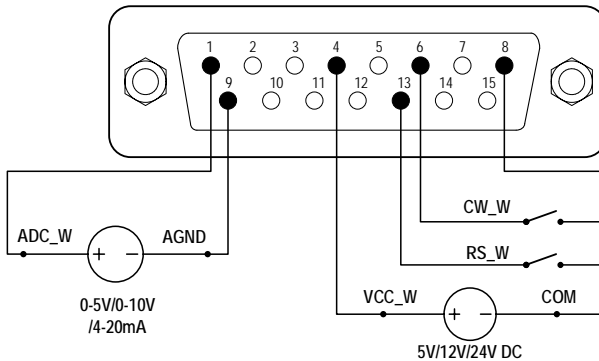
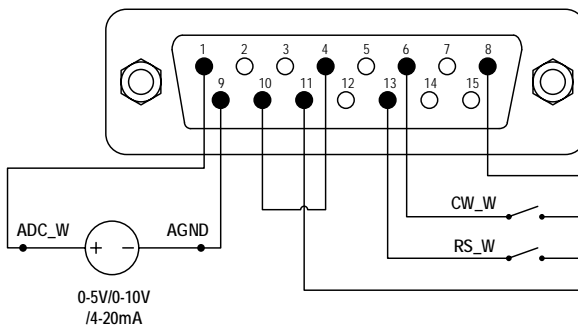

Abbildung 9. DB15-Verkabelung mit externer Stromquelle
Abbildung 10. DB15-Verkabelung mit der internen 12V DC-Stromquelle
- 1) Schalten Sie den Strom ab. Verdrahten Sie den DB15-Stecker wie in Abbildung 9 oder Abbildung 10. Schließen Sie ihn an den DB15-Anschluss auf der Rückseite der Pumpe an.